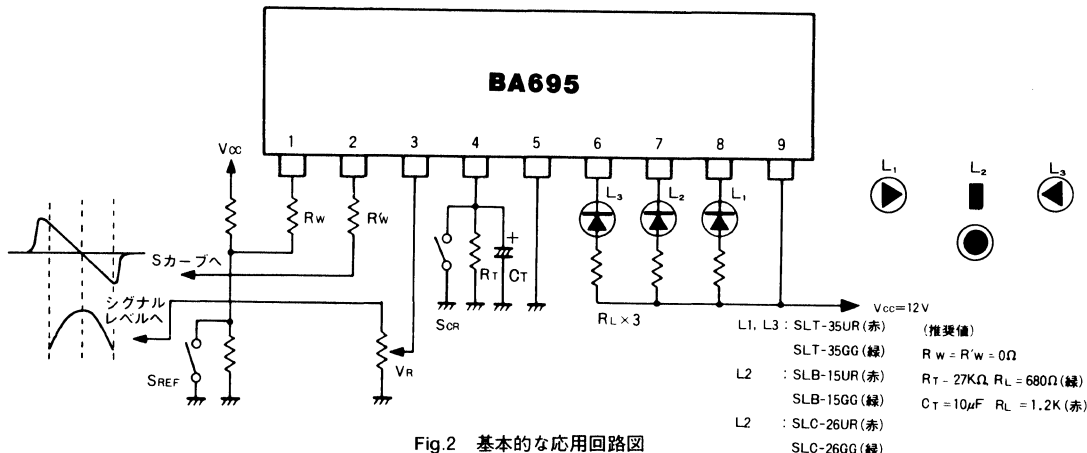

Fig.2 基本的な応用回路図
(1) FM放送受信時
いま表示素子としてFig.2の中のL1, L2, L3のようなLEDを使用してFM放送を受信したとき、セットの受信周波数が放送周波数より離調しており、シグナルレベルが低く3pin (IN) の電圧がFMLED点灯電圧VFO0.5V (Typ.) より低い場合すべてのLEDは消灯します。3pin電圧がVFOより高くなった時点でいずれかのLEDが点灯することができます。そのとき2pin電圧 (Vsc) が1pin電圧 (VREF) よりも高くなるように調整しておけばL1が点滅し同調方向を表示します。|Vsc-VREF| がFM同調表示電圧VFT70mV (Typ.) より低くなればL2が点灯し同調したことを表示し、逆にVscがVREFよりVFTをはずれて低くなった場合は、L3が点滅し離調したことを表示します。